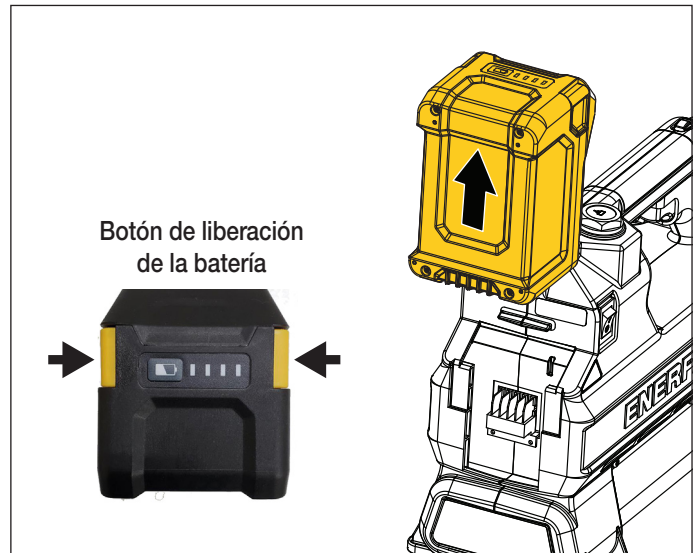

Figura 7: Batería - Retirar
- **Para retirar la batería de la bomba:** Mantenga pulsados los botones de liberación situados a cada lado de la batería. A continuación, deslice la batería hacia arriba y sáquela de la bomba. Véase Figura 7.